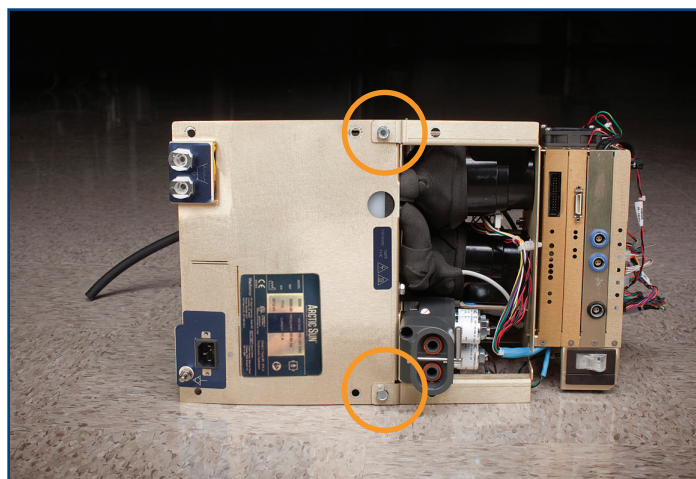
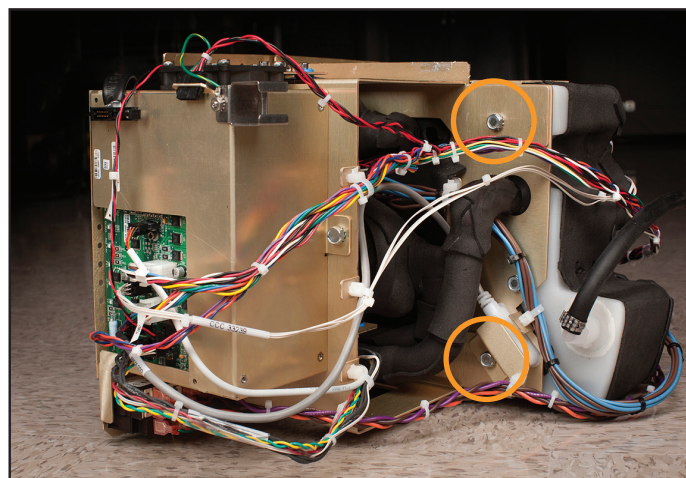

Fig. 8-24 Componente interne înainte de a fi separate în două secțiuni (vedere din față)
Fig. 8-25 Componente interne (vedere din spate); cercurile indică șuruburile care trebuie îndepărtate (pasul 1)
1. Scoateți cele patru șuruburi așa cum este indicat (consultați Fig. 8-24 și Fig. 8-25).